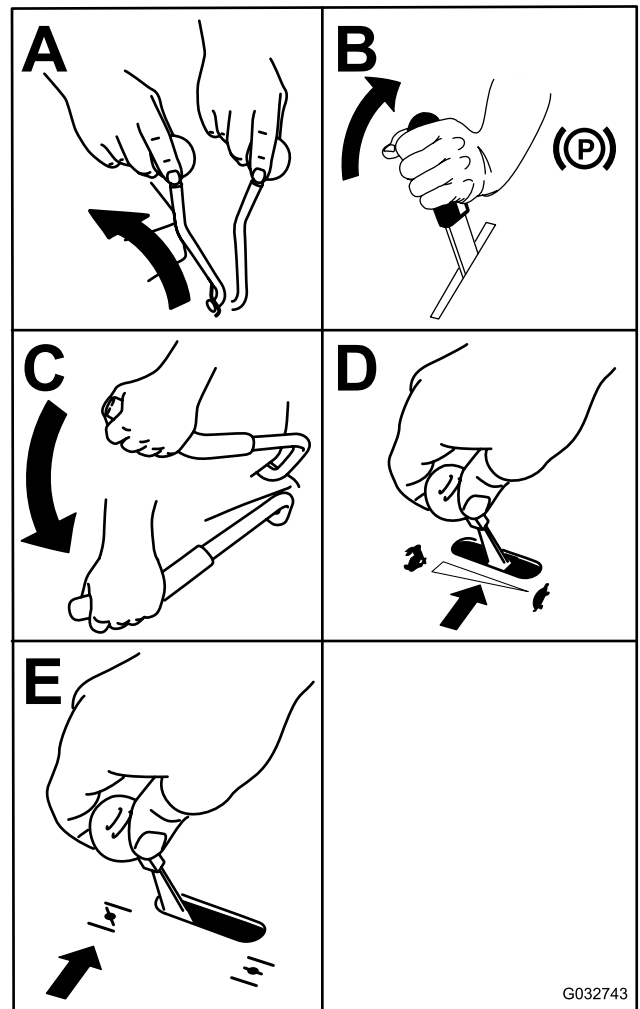

Figura 23
3. Mueva la palanca de la TDF a DESENGRANADO (Figura 23).
6. Gire la llave a la posición de ARRANQUE (⌚). Figura 23 Cuando el motor arranque, suelte la llave.